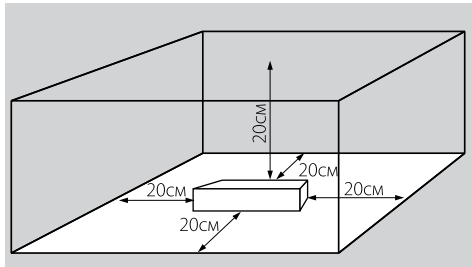

Рис. 1.
4.2. Для естественной вентиляции обеспечьте свободное пространство вокруг источника питания не менее 20 см, как изображено на Рис. 1. При невозможности обеспечить свободное пространство используйте принудительную вентиляцию.